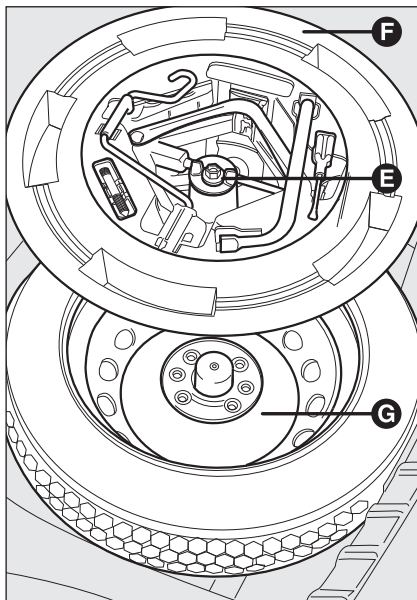

fig. 3
- ☐ dévisser le dispositif de blocage **E**-fig. 3;
- ☐ pour les versions dotées d'une roue de secours, il faut par contre dévisser le dispositif de blocage **E**-fig. 3, prendre la boîte à outils **F**, la mettre près de la roue à remplacer et ensuite prendre la roue de secours **G**;